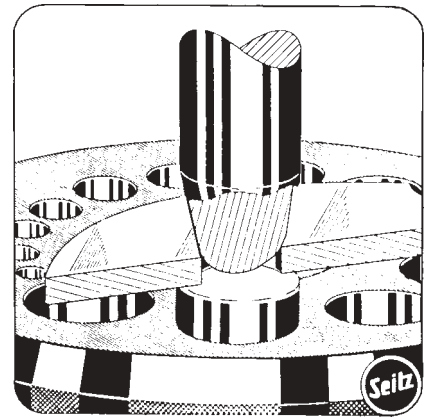

Abb. 59
- c) Uhrsteine, bei denen die Bedingungen des Presssitzes nicht mehr erfüllt sind, können wieder einen festen Sitz erhalten (Abb. 59). Das Loch, in das der Uhrstein eingepresst werden soll, wird von beiden Seiten mit einem Rundpunzen leicht zusammengepresst. Der Rundpunzen ist so groß zu wählen, dass der Rand des Loches nicht nach außen, sondern in das Loch hineingedrückt wird. Es sind nur leichte Schläge auf den Rundpunzen zu geben, da die Treibwirkung sehr groß ist. Im Allgemeinen genügen bereits zwei Schläge. Wird keine Wirkung festgestellt, so ist die Arbeit mit einem größeren Rundpunzen zu wiederholen.